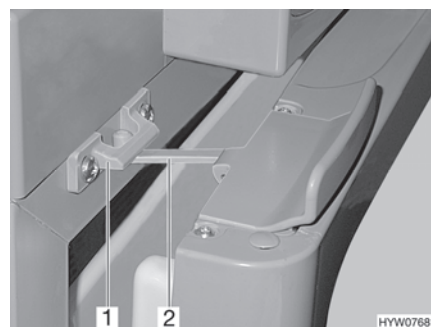

Bild 130 Kylskåpsdörr i ventilationsläge (Thetford)
■ För upp låset (Bild 130,2) och haka fast det i låsfästet (Bild 130,1). Därvid stannar kylskåpsdörren i öppet läge.